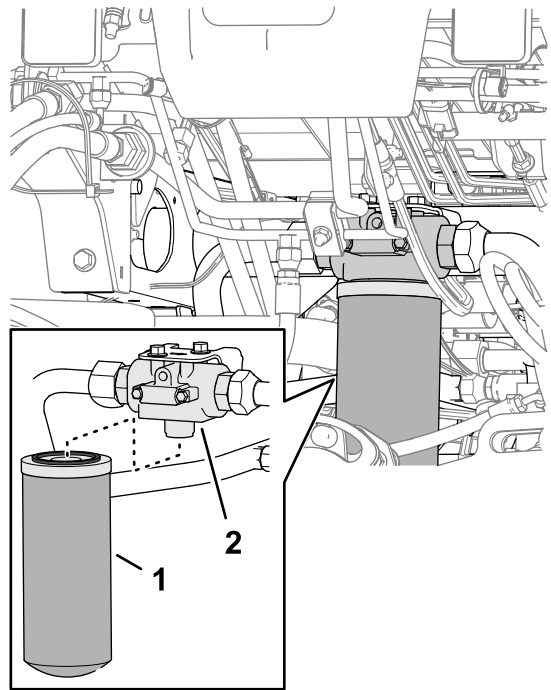

Figura 103
2. En la parte delantera de la máquina, coloque un recipiente de vaciado debajo del filtro de retorno (**Figura 103**).